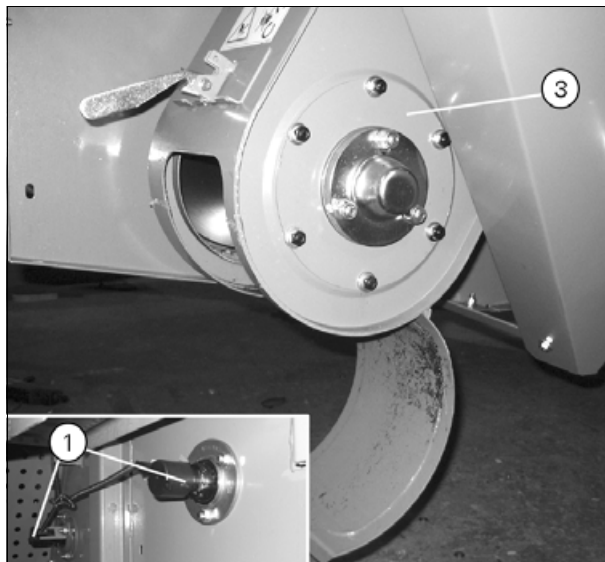

Рис. 1.
3. Отверните торцевую крышку и достаньте шнек. Отверните лопасть шнека элеватора недомолота через проем в корпусе элеватора. См. (рис. 1).